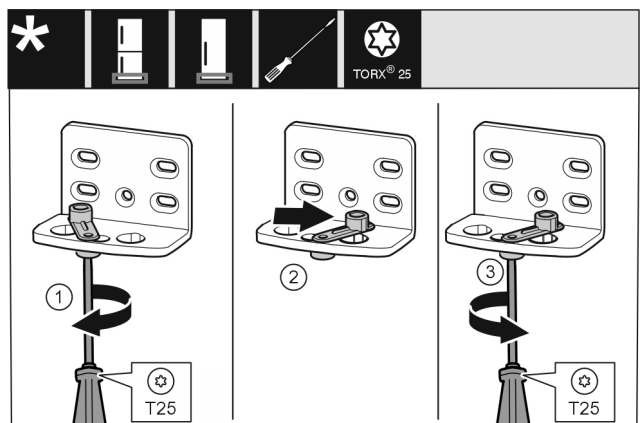

Fig. 13
- ▶ Skru løs skruen Fig. 13 (1) med en skrutrekker.
- ▶ Løft dørlukkestøtten Fig. 13 (2) og vri den 90° til høyre inn i hullet.
- ▶ Skru fast skruen Fig. 13 (3) med en skrutrekker.